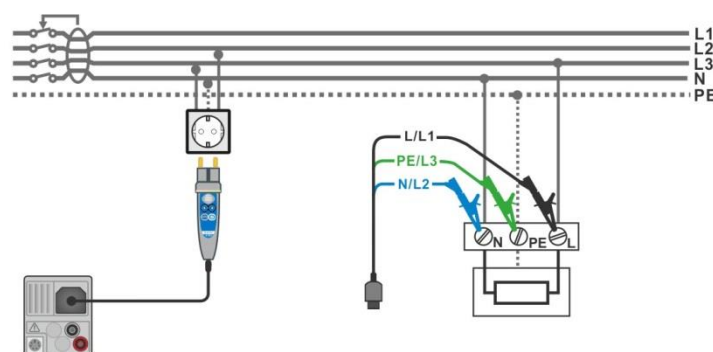

Abbildung 7.32: Anschluss des Commander-Prüfsteckers und der Dreileiter-Prüfleitung
- Schließen Sie die Prüfleitungen oder den Commander Prüfstecker am Prüfling an, siehe **Abbildung 7.32**.